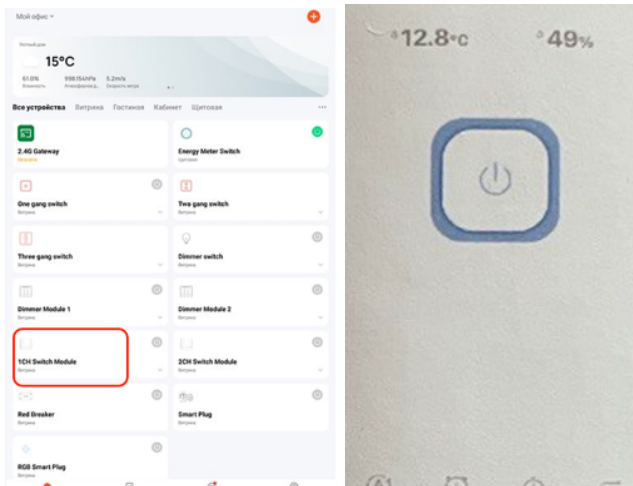

Рис. 15 Інтерфейс додатку EWeLink
- Щоб увійти в повний інтерфейс функційної роботи пристрою, необхідно натиснути як показано на Рис. 15 нижче.